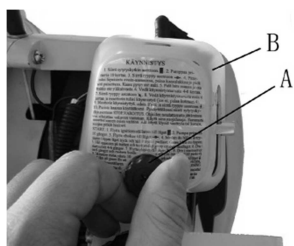
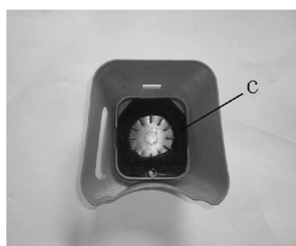

Fig.17
Fig.18
- 1 ; Desserrer le bouton (A) de maintien du couvercle du filtre à air en place, démonter le couvercle (B) et l'élément filtrant (C) (Fig.17 et Fig.18).